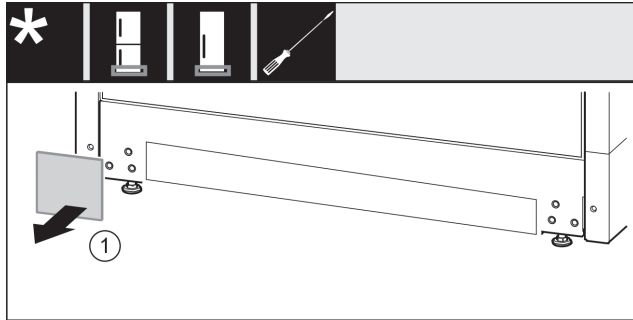

Fig. 13
- ▶ Irrota suojus. Fig. 13 (1)